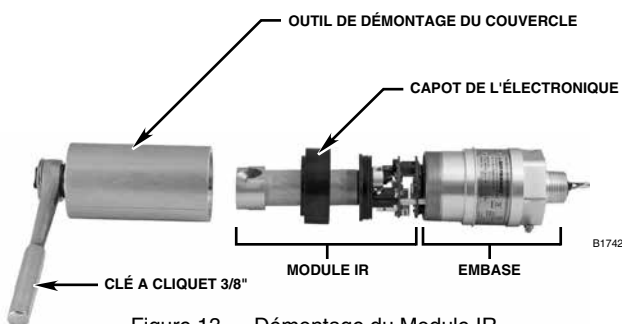

Figure 13—Démontage du Module IR
3. Glisser le capot de l'électronique en arrière de l'embase du miroir et retirer le module IR de celle-ci comme indiqué en Figure 13.